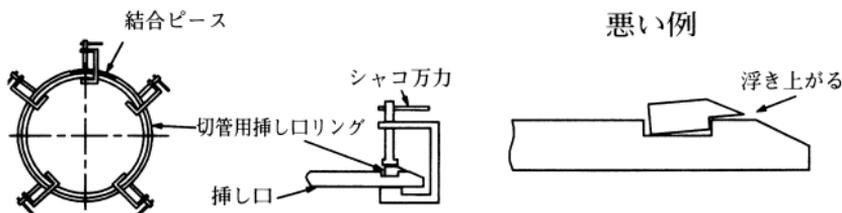

図78 切管用挿し口リングの締め付け
- ② シャコ万力を用いて、切管用挿し口リングの分割部の反対側から順次締め付ける。このとき、切管用挿し口リングが図78の悪い例のように浮き上がらないように注意する。